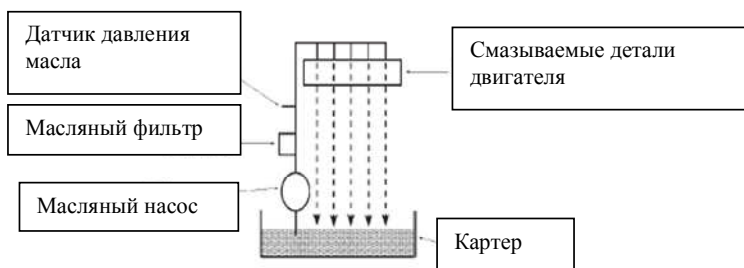

Рис. 2.14. Цепь предупреждения падения давления масла
- Если давление масла снижается ниже некоторого уровня, то при положении ключа зажигания «ВКЛ.» контрольная лампа предупреждает об этом водителя. Для этой цели большинство двигателей оснащено датчиком давления, который при падении давления замыкает электрическую цепь контрольной лампы (рис. 2.14).